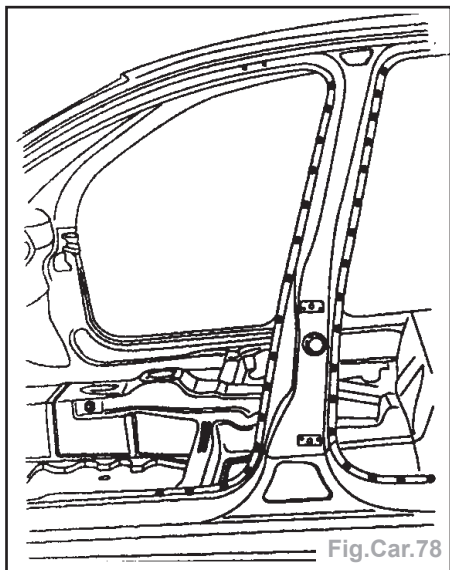

Fig.Car.78
- Tracer les coupes (Fig.Car.78).